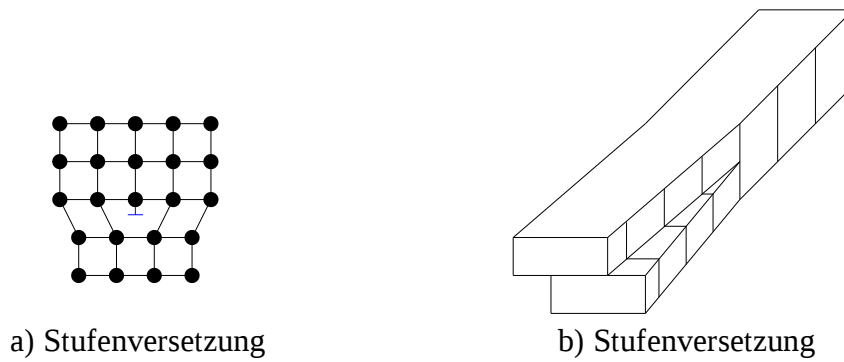

Abbildung 2.10: Stufen- und Schraubenversetzung
- a) Stufenversetzung: Gittergerade wird nicht fortgesetzt Abb. 2.10
- b) Schraubenversetzung: Gittergerade wendelförmig versetzt Abb. 2.10.